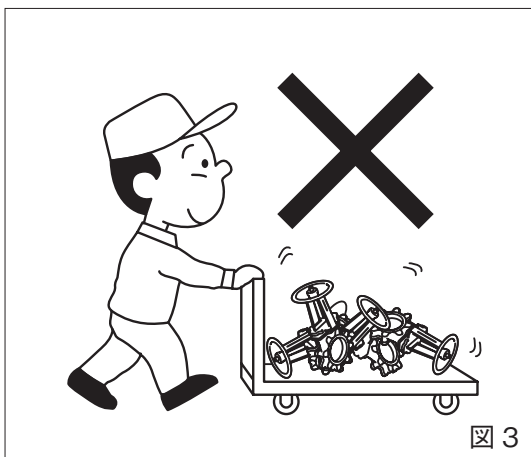

図 3
- ❗ ■積載時の注意：積載はできるだけ梱包状態で、輸送中に荷崩れを起こさないように積載してください。また、開梱された状態で輸送する場合は、製品に無理な力がかからないよう積載の上、必ずシートをかけ、ホコリ等を防いでください。（図 3）